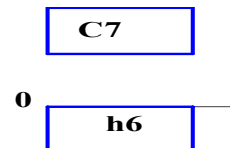

Рис. 1
8. На рис.1 показана схема полів допусків посадки: